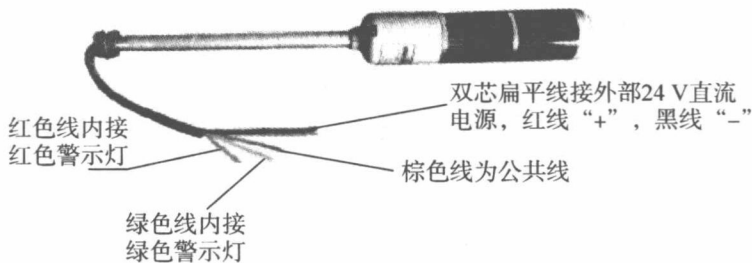

图 1-9 报警灯接线示意图
(4)连接警示灯。如图 1-9 所示警示灯有 5 根线,其中较粗的两芯扁平线为电源线,其红色线接直流电源 24 V“+”,黑色线接直流电源 24 V“-”;其余三根为信号控制线,棕色线为信号控制端的公共端,红色线接红色警示灯,绿色线接绿色警示灯如图 1-9 所示。